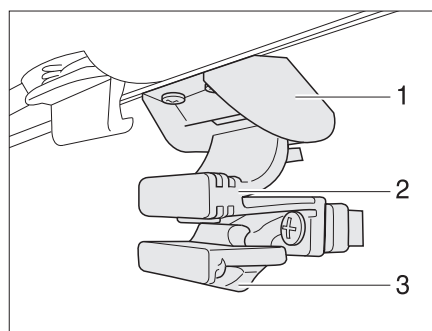

Bild 55 Fenster in der Eingangstür
- Sicherung (Bild 55,3) nach hinten drücken.
- Griff (Bild 55,2) zusammendrücken und Fenster nach unten schieben.
- Fenster nach oben schieben, bis der Griff (Bild 55,2) in der Verriegelung (Bild 55,1) einrastet.